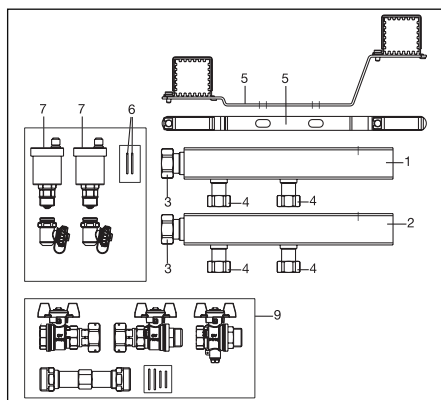

Рис. 5.1 Обзор этажного коллекторного узла с присоединениями для приборов учета тепла
На подающем и обратном коллекторе имеется присоединение G1 (рис. 5.1 поз.3) для подключения прямого и обратного трубопровода, а также отводы G $\frac{3}{4}$ (рис. 5.1 поз.4) для разводки по квартирам (смонтированы). Оба воздухоотводчика (поз.7) должны быть смонтированы в верхних частях коллекторов с применением уплотнительных материалов. Вентили „F+E“ (поз.8) монтируются снизу коллекторов. Подающий коллектор (верхний) и обратный коллектор (нижний) монтируются на кронштейны со звукоизолирующими элементами (рис 6.1, поз.5). На квартирные отводы монтируются следующие компоненты. (рис. 5.1)
- Рис. 5.1 Обзор этажного коллекторного узла с присоединениями для приборов учета тепла 7